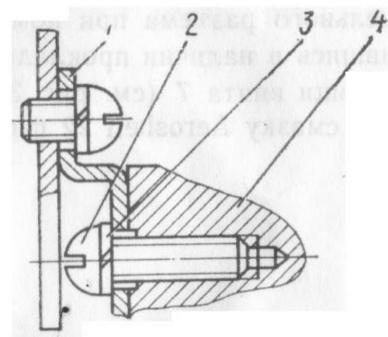

Рис. 5. Крепление прибора:
8.3. Прибор крепите на месте установки с помощью панели переходной или без нее четырьмя винтами М6×16 (рис. 5).